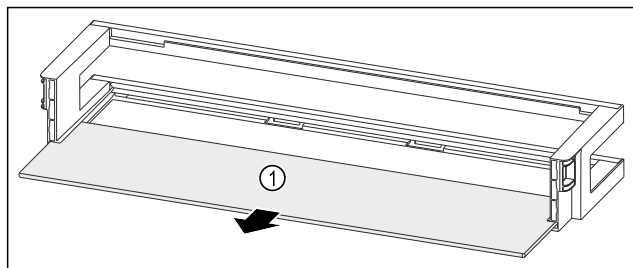

Fig. 250 Balconcino controporta con ripiano
- Rimuovere il ripiano Fig. 250 (1).